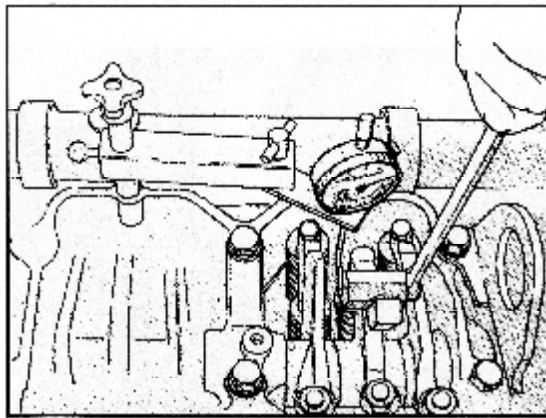

Рис. 2-44. Регулировка коромысла.
3. С помощью устройства ST-1193, Рис. 2-44, установите коромысло в положение, когда плунжер упирается в дно и выжимает масляную пленку из чашки. Поднимите плунжер, снова опустите на дно. Установите индикатор на «0».